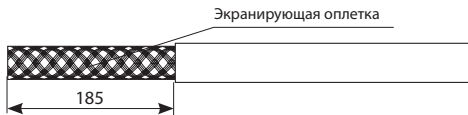

Рис. 2
5.1.2. Разрезать ножом и снять оболочку с одного конца нагревательной ленты (см. рис. 2).